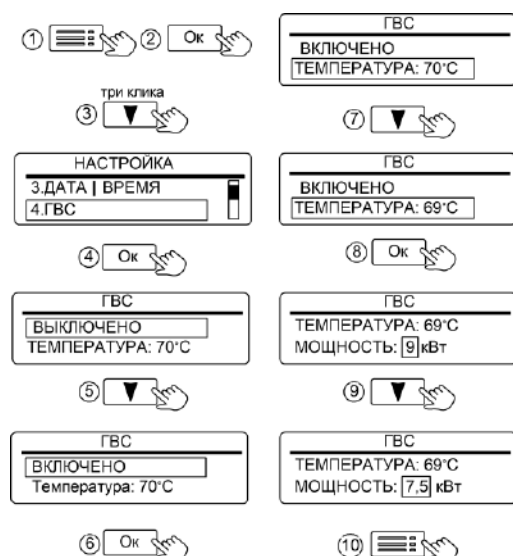

Рисунок 12. Настройка режима «ГВС»
Активация режима «ГВС» и настройка температуры горячей воды показана на рис. 12. Начальная заводская настройка температуры горячей воды - 70°C. При активированном режиме отображается как «ГВС» (см. рис. 5), при выключенном режиме, неисправном или отключённом датчике отображается как ~~ГВС~~. В подменю «ГВС» предусмотрена настройка ограничения мощности ТЭН. Данную настройку рекомендуется применять при повторяющейся неисправности «АВАРИЯ ПЕРЕГРЕВ КОТЛА» возникающей во время нагрева воды в бойлере косвенного нагрева.
В любой воде существует возможность развития бактерий легионеллы. Чтобы исключить угрозу отравления водой, получаемой из косвенного водонагревателя, прибор имеет режим «АНТИЛЕГИОНЕЛЛА». Режим автоматически активируется при подключении NTC-датчика температуры к плате контроллера и включения режима «ГВС» (см. рис. 12).
**11.1.4 «4.ГВС»** - установка состояния режима «ВКЛЮЧЕНО / ВЫКЛЮЧЕНО». Индикация «ВКЛЮЧЕНО» означает разрешение на работу режима ГВС. Индикация «ВЫКЛЮЧЕНО» запрещает работу режима «ГВС» (см. рис. 12).